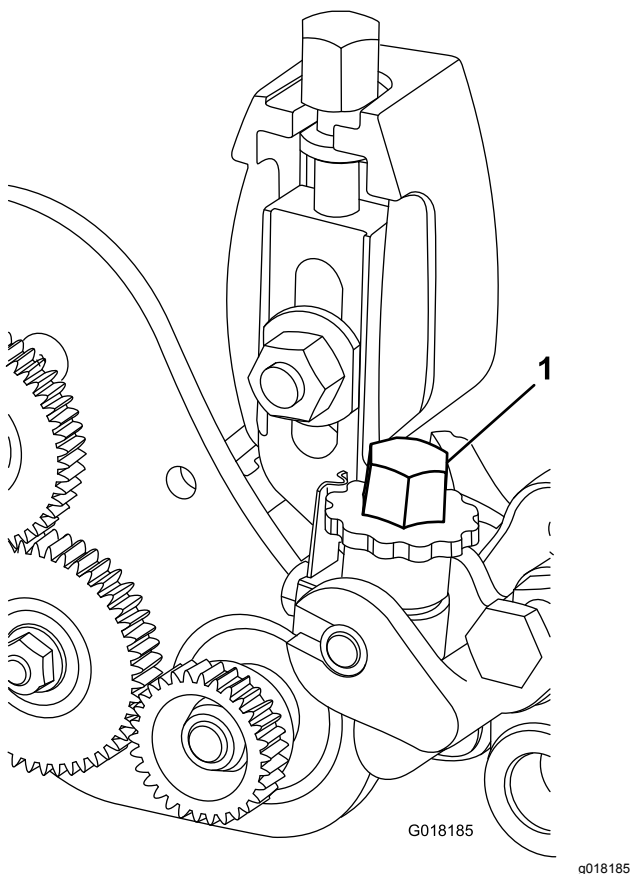

Рисунок 21
6. Поворачивайте ручку регулировки высоты механической щетки (Рисунок 21) для подъема или опускания кромки ножа на требуемую высоту уборки.